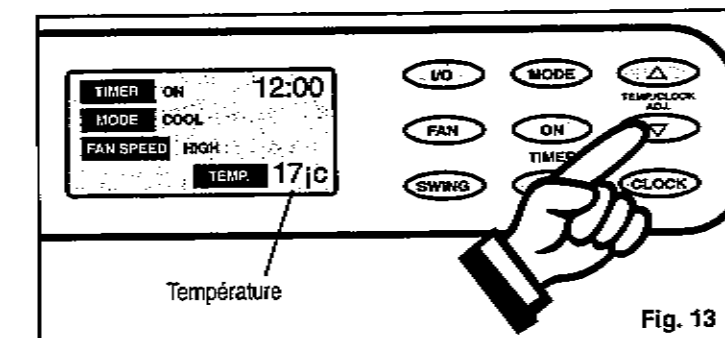

Fig. 13
- 4) Appuyez sur la touche appropriée Δ ou ∇ pour régler la température de votre choix. Cette température est indiquée sur l'**ACL**. La température peut être réglée entre 17°C (62°F) et 30°C (88°F). Fig. 13.